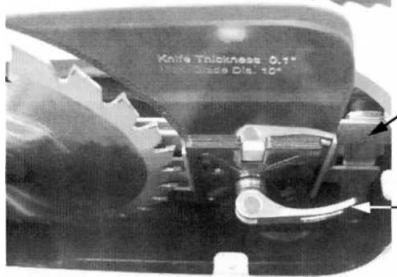

рис. 14
4. Потяните ручку (A см. рис. 14) и снимите расклинивающий нож, делая заметки, в каком направлении расклинивающий нож должен быть подвинут с целью приведения его в параллель с пильным диском.
5. Повторно вставьте расклинивающий нож; сожмите фиксирующую ручку (A, рис. 14) и проверьте расстояние между пильным диском и расклинивающим ножом от 3 мм до 8 мм (илюстрация 16).